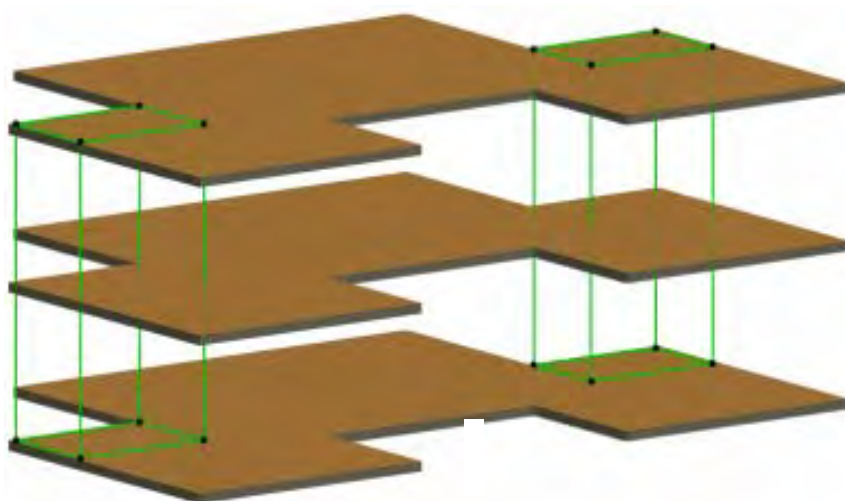

Рис. 101
16. Нажмите клавишу [Esc] для отмены выбора перекрытий, и затем произведите [Shift]-щелчки на двух каркасных перекрытиях (рис. 101) (найдите их узловые точки сверху, так как ArchiCAD не может выбирать каркасные элементы по их поверхностям, а только по их узловым точкам).